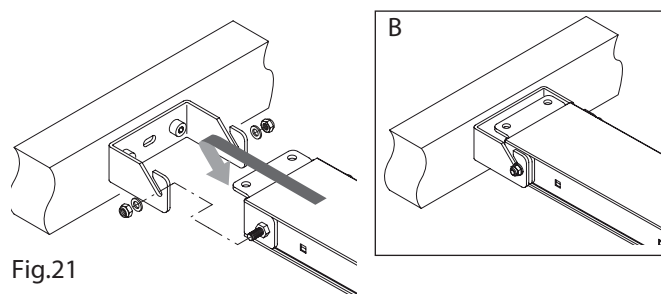

Fig.21
3. Bevestig het geleiderail aan de steun, zoals aangegeven in Fig.21, met behulp van de ringen en moeren (Detail B), laat de motor rusten op de grond.